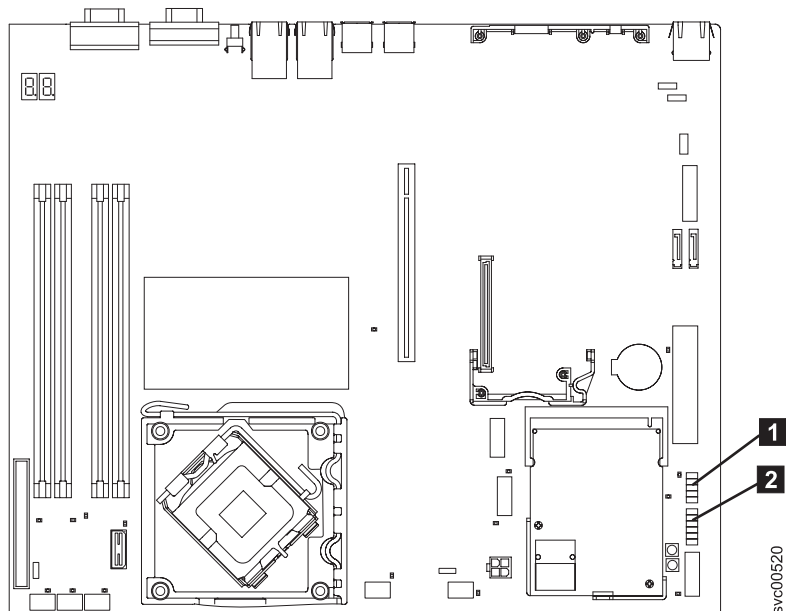

図 228. SAN ボリューム・コントローラー 2145-8A4 システム・ボード上のオペレーター情報パネル用のコネクタ
7. オペレーター情報パネル・ケーブルは、一緒にバンドルされてシャーシを介してルーティングされる、2本の太いケーブルと多数の細いケーブルから成っています。それは、オペレーター情報パネル および前面 USB ポートへの接続を提供します。このケーブル・アセンブリーをシステム・ボードの右側 (電源機構の隣) からたどって、フロント USB コネクター **1** および オペレーター情報パネル・コネクター **2** を、274 ページの図 228 に示すようにシステム・ボードから切り離します。